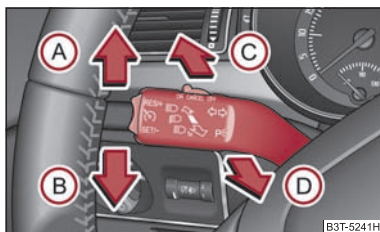

Fig. 52 La palanca de luz intermitente y luz de carretera
- Presionar la palanca hacia arriba (A) ⇒ fig. 52 o hacia abajo (B).